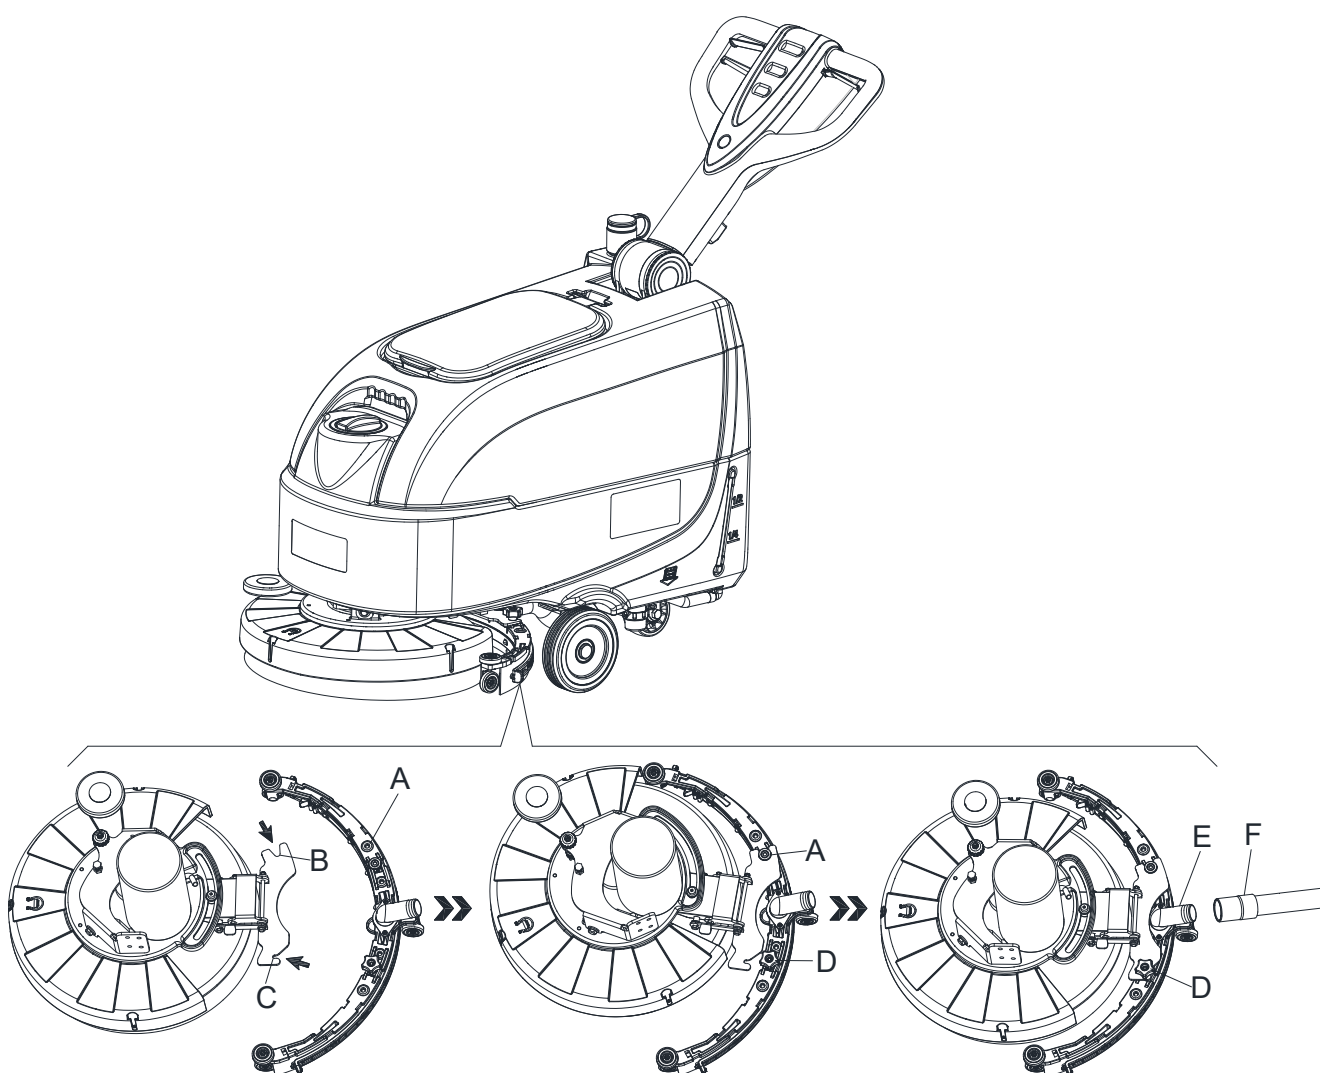

Figura 6
5. Fixați știftul A la deschiderea B, apoi fixați un alt șurub C la deschiderea D; fixați butonul-șurub al racletei și conectați furtunul de evacuare a apei recuperate F la conectorul E (Figura 6).